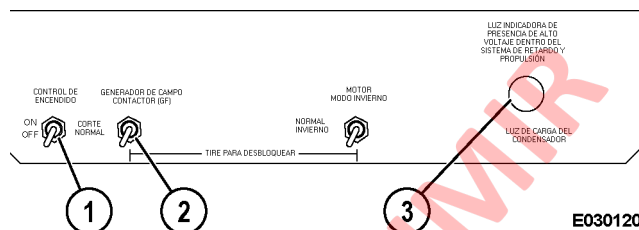

FIGURA 3-4. PANEL DE VISUALIZACIÓN DE INFORMACIÓN
2. Verifique que el interruptor del contactor generador de campo (GF) (2, Figura 3-4) del área de bajo voltaje del gabinete de control se encuentre en la posición CORTE (CUTOUT).
3. Mueva el interruptor de energización del sistema de control (1) a la posición ON por un mínimo de 30 segundos. Luego mueva el interruptor de energización del sistema de control a la posición de apagado (OFF).